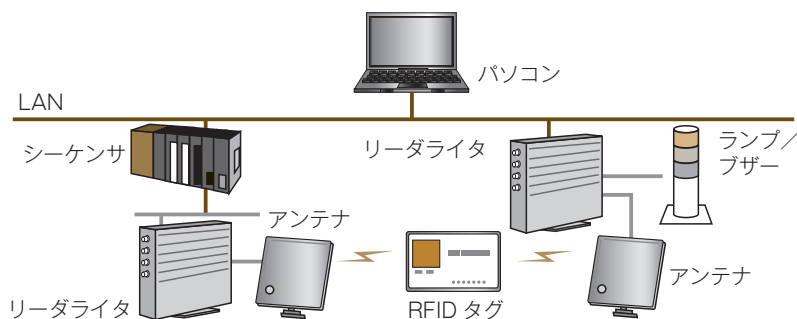

図11 RFIDの構成例
生産活動において発生した現品などの情報を収集し、コンピュータで情報処理して迅速に対策指示が行われる情報管理システムを、**生産時点情報管理 (POPシステム)^①**という。POPシステムでは、バーコードや**RFID^②** (図11)などを現品に添付し、生産ライン機器のセンサやリーダなどで自動的に情報を読み取り、管理することで、作業